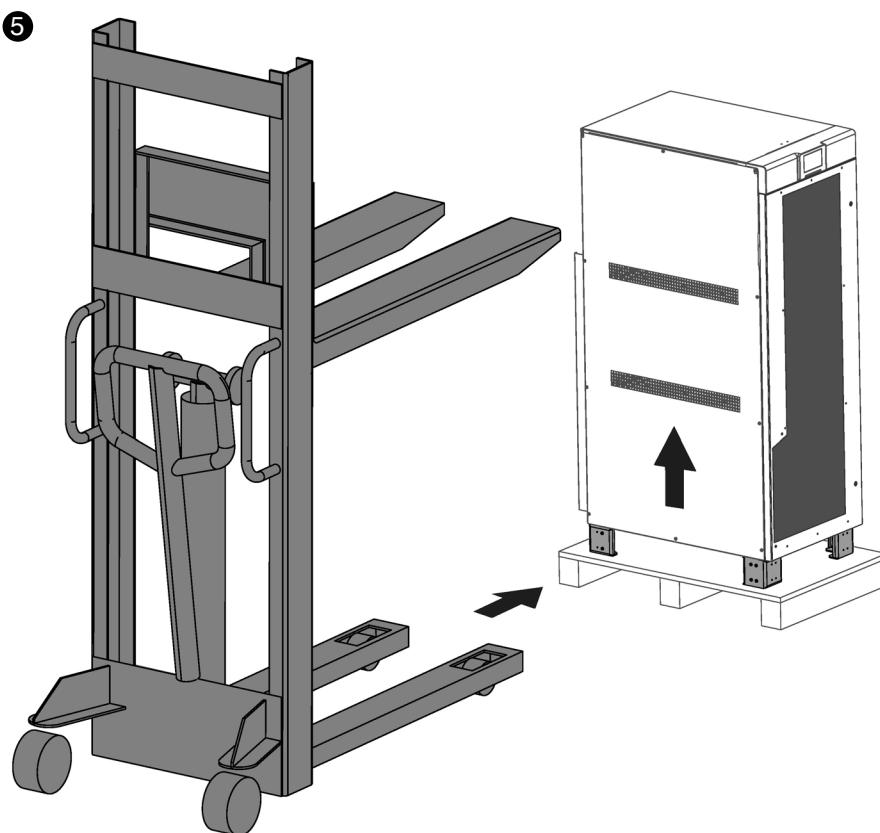

Fig. 32. Izado del equipo mediante un transpalet.
- 5 Proceder a bajar el equipo del palet mediante un carretilla elevadora o transpalet (*Fig. 32*).